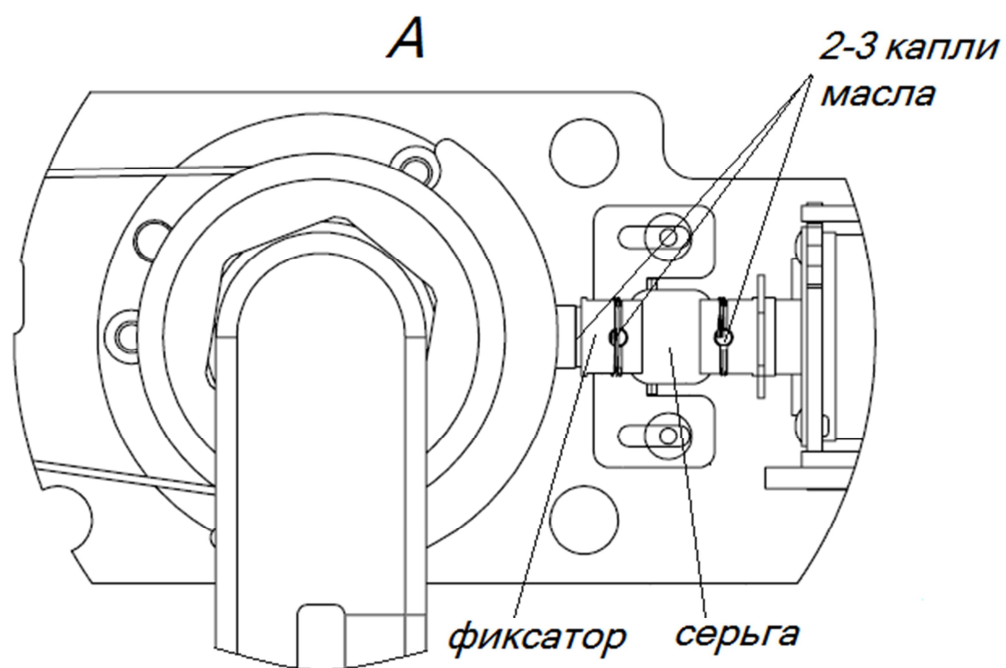

Рис. 6. Корпус механизма турникета
5.2. Смазывается серьга и фиксатор между блоком стопора и соленоида (рис. 6, вид А).